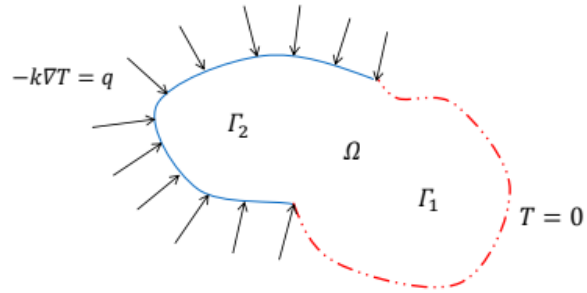

Figura 1: Problema Bidimensional
- El campo de temperatura en el dominio Ω , cuya frontera es $\Gamma_1 \cup \Gamma_2$ representado en la Figura 1, con condiciones de contorno diferentes para cada $\Gamma_i (i = 1, 2)$, es descrito por la ecuación diferencial,